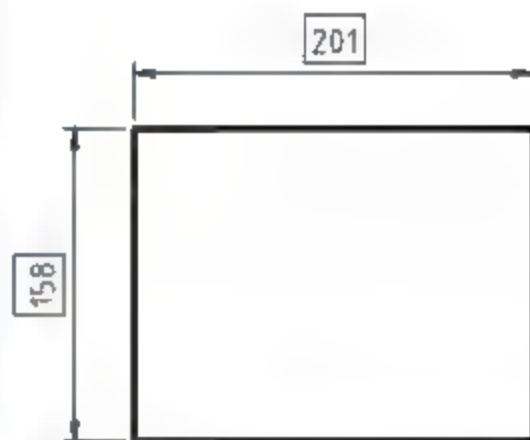

图5-26 为文字添加边框
- 绘制文字边框：设置是否给标注文字加边框，如图5-26所示。